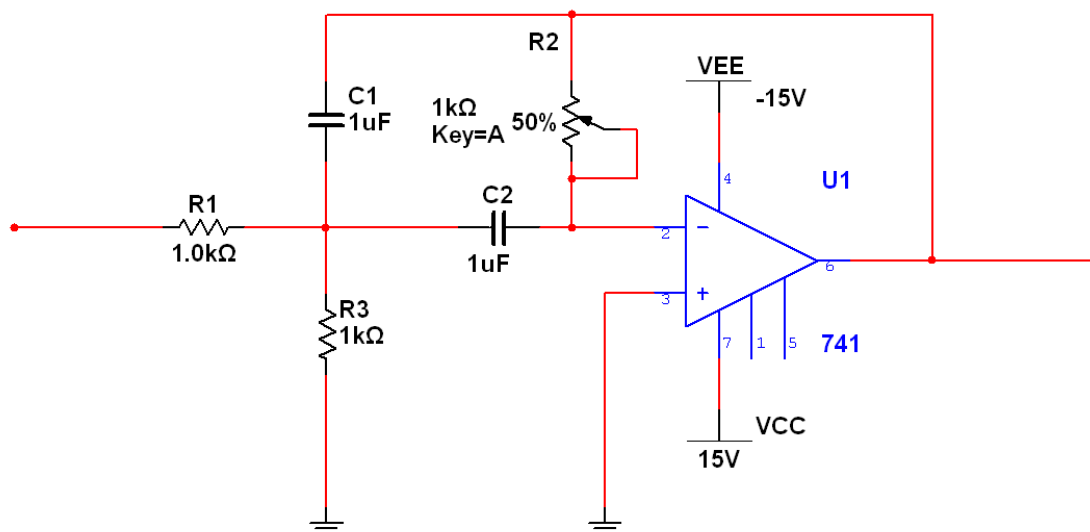

Figure E1-6. Montage complet d'un filtre passe-bande
3. Complétez le câblage en cliquant sur les terminaux de départ et de destination de vos fils. Le résultat devrait correspondre à la Figure E1-6.